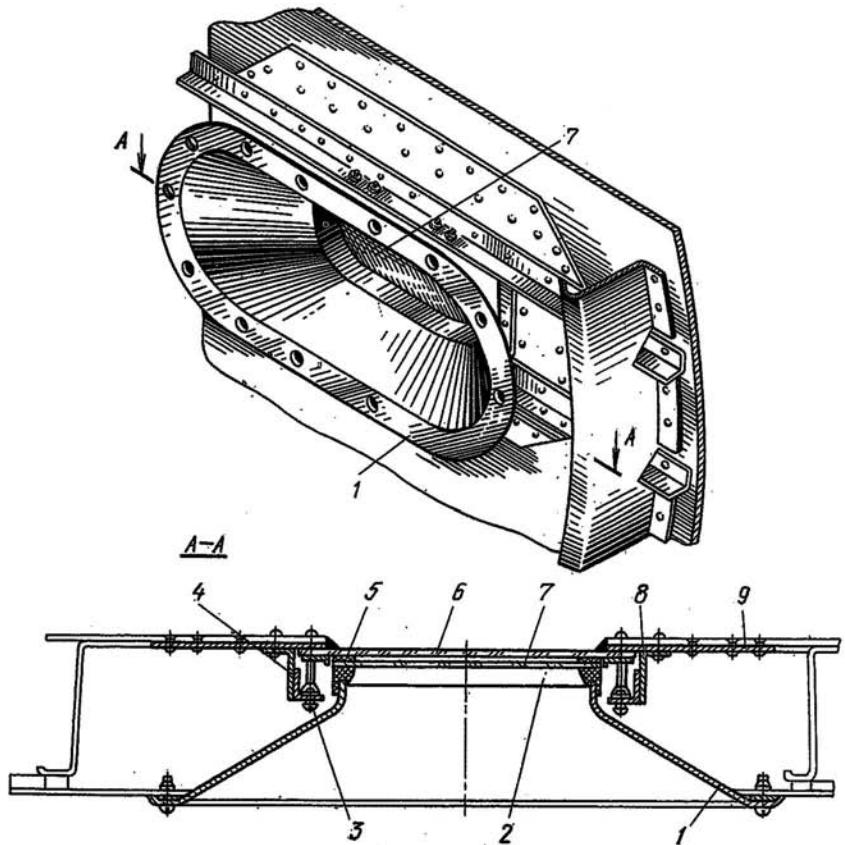

Рис. 1.2. Смотровое окно:
- Снимите чашку 1 (рис. 1.2), отвинтив винты крепления.